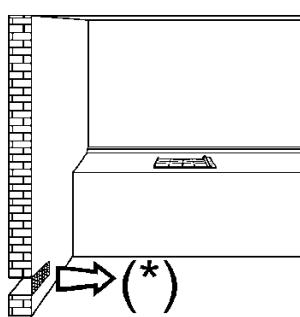
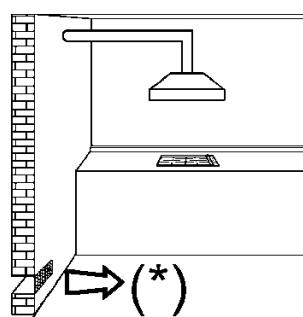
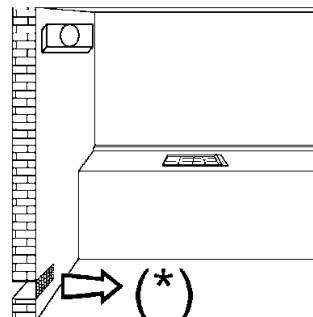

РИС. 3
РИС. 4
РИС. 5
- При сгорании газа выделяется тепло и влажность. Поэтому в помещении необходимо обеспечить хорошую циркуляцию воздуха, не загораживать отверстия для естественной вентиляции (рис. 3) и включить вытяжку (вытяжной колпак или электрический вентилятор, рис. 4 и 5).
менее 100 см² (см. рис. 3). Эти отверстия должны быть расположены таким образом, чтобы доступ воздуха в них всегда оставался открытый.
Продукты сгорания, образующиеся при готовке на газовых плитах должны обязательно удаляться при помощи вытяжек, соединенных с вентиляционными трубопроводами, дымоходами или с отверстиями, выходящими наружу (см. рис. 4). Если нет возможности использовать вытяжку, допускается использование вентилятора, устанавливаемого на окне, или на выходящей на улицу стене, который должен включаться одновременно с прибором (см. рис. 5), при этом обязательно должны соблюдаться нормы вентиляции помещений.